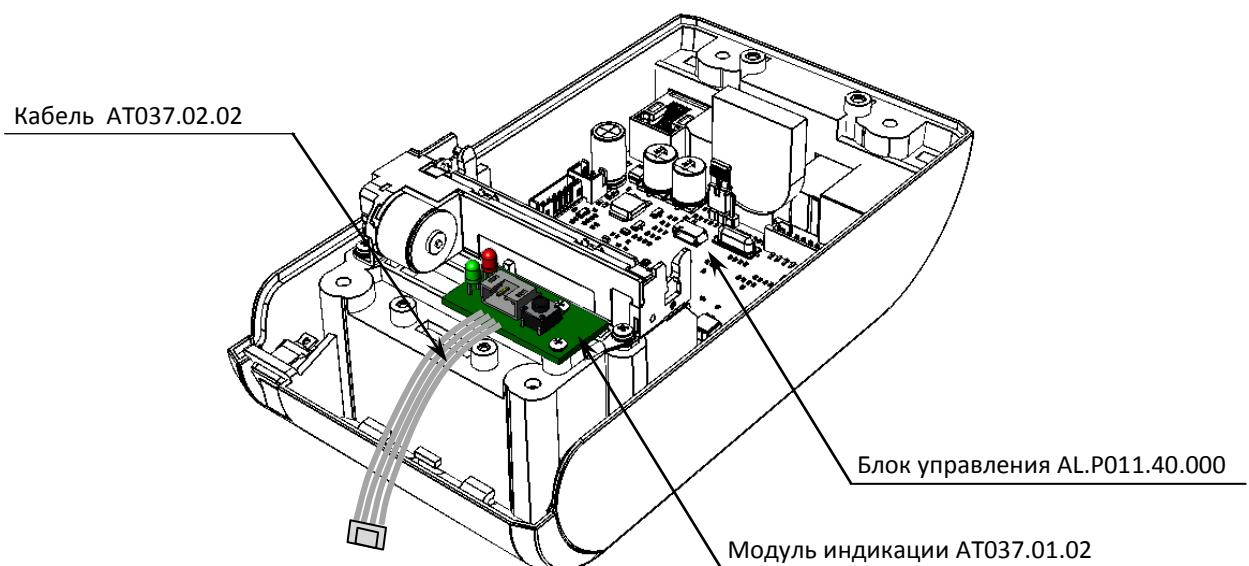

Рисунок 9. Расположение модуля индикации AT037.01.02 в корпусе ККТ
- **БУ AL.P011.40.000** устанавливается на нижнюю часть корпуса (смотрите рисунок 9).